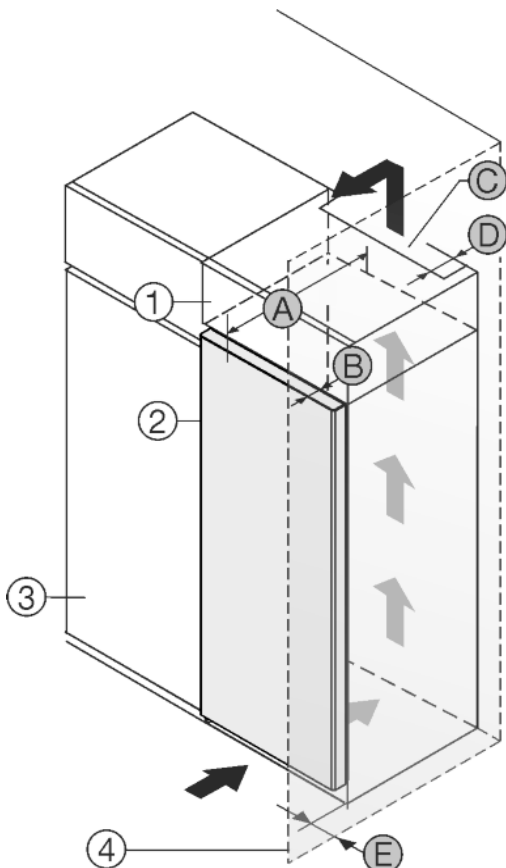

Fig. 1
Zariadenie postavte priamo vedľa kuchynskej skrine Fig. 1 (3).
Na zadnej strane nadstavnej skrine musí byť vetracia šachta s hĺbkou Fig. 1 (D) cez celú šírku nadstavnej skrine.
Pod stropom miestnosti sa musí dodržať prierez vetracieho otvoru Fig. 1 (C).
Ak je zariadenie umiestnené so závesmi vedľa steny Fig. 1 (4), vzdialenosť medzi zariadením a stenou musí byť minimálne 40mm. To zodpovedá presahu držadla pri otvorených dverách.